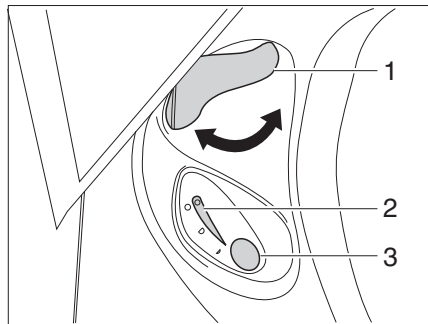

Fig. 152 Unidad de mando inodoro Thetford
- Antes del lavado, abrir la corredera del inodoro Thetford. Para ello, girar la palanca de corredera (Fig. 152,1) en sentido contrario a las agujas del reloj.
- Para lavar, pulsar el botón de lavado azul (Fig. 152,3).
- Tras el lavado, cerrar la corredera. Para ello, girar la palanca de corredera (Fig. 152,1) en sentido de las agujas del reloj.
La luz de control (Fig. 152,2) se enciende cuando es necesario vaciar el cassette Thetford.
- Girar la palanca de corredera (Fig. 152,1) en sentido de las agujas del reloj. Se cierra la corredera. Para el vaciado **debe** estar cerrada la corredera en el inodoro Thetford.